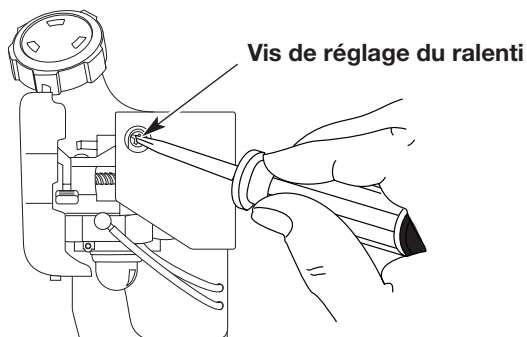

Fig. 49
La vitesse de ralenti du moteur est réglable à l'aide d'une vis de réglage accessible par un trou situé sur le dessus du couvercle du moteur (Fig. 49).
2. Relâchez le levier d'accélérateur et laissez le moteur au ralenti. Si le moteur s'arrête, insérez un petit tournevis à embout cruciforme ou à tête plate dans le trou du couvercle du moteur (Fig. 49). Vissez la vis de réglage du ralenti de 1/8 de tour à la fois (selon le besoin) jusqu'à ce que le moteur tourne au ralenti.